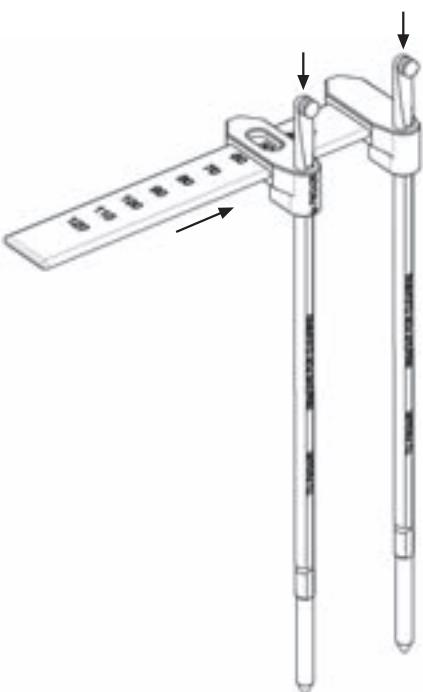

Рис. 17
- Установить инструмент для измерения длины стержня 11, см. Рис. 17.